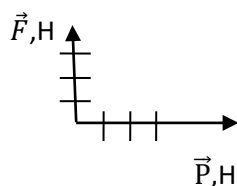

Рис. 2 График зависимости силы трения от веса тела
3. Постройте график (рис. 2) зависимости силы трения от веса тела. Как меняется сила трения при изменении веса тела